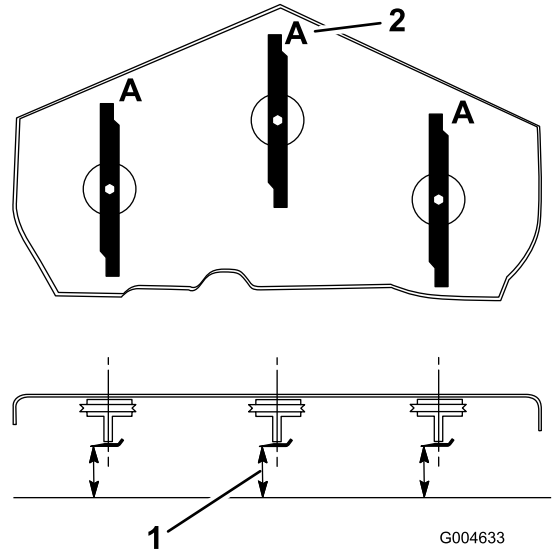

図 74
3. ブレードが前後方向を指すように回転させる(図 74)。Aの位置で(図 74)、平らな床面からブレードの刃先までの高さを測る。測定値を記録する。